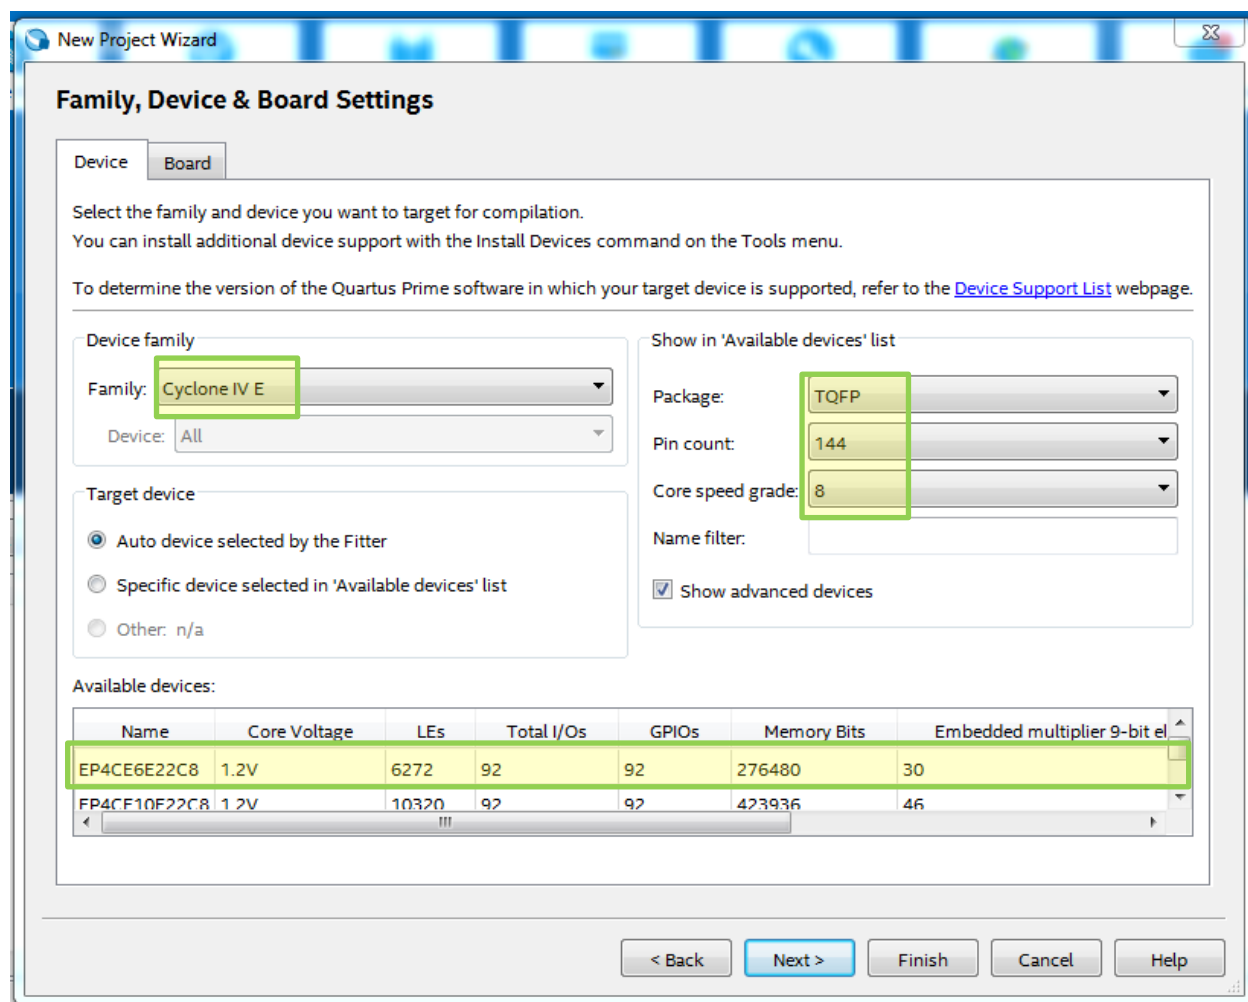

Рис.2 Окно для выбора микросхемы
1.6. Появится окно “**Family, Device & Board Settings**”. На панели *Device family* выбирается семейство ПЛИС *Cyclone IVE*, а из таблицы *Available devices* нужная микросхема **EP4CE6E22C8**. Для облегчения поиска микросхемы можно конкретизировать ее параметры с помощью выбора параметров «тип корпуса» (*package*), «количество выводов» (*pin count*), «быстродействие ядра» (*core speed grade*) из соответствующих выпадающих меню панели *Show in 'Available devices' list* (рис. 2). Для проектов практических и лабораторных работ необходимо выбирать микросхему,